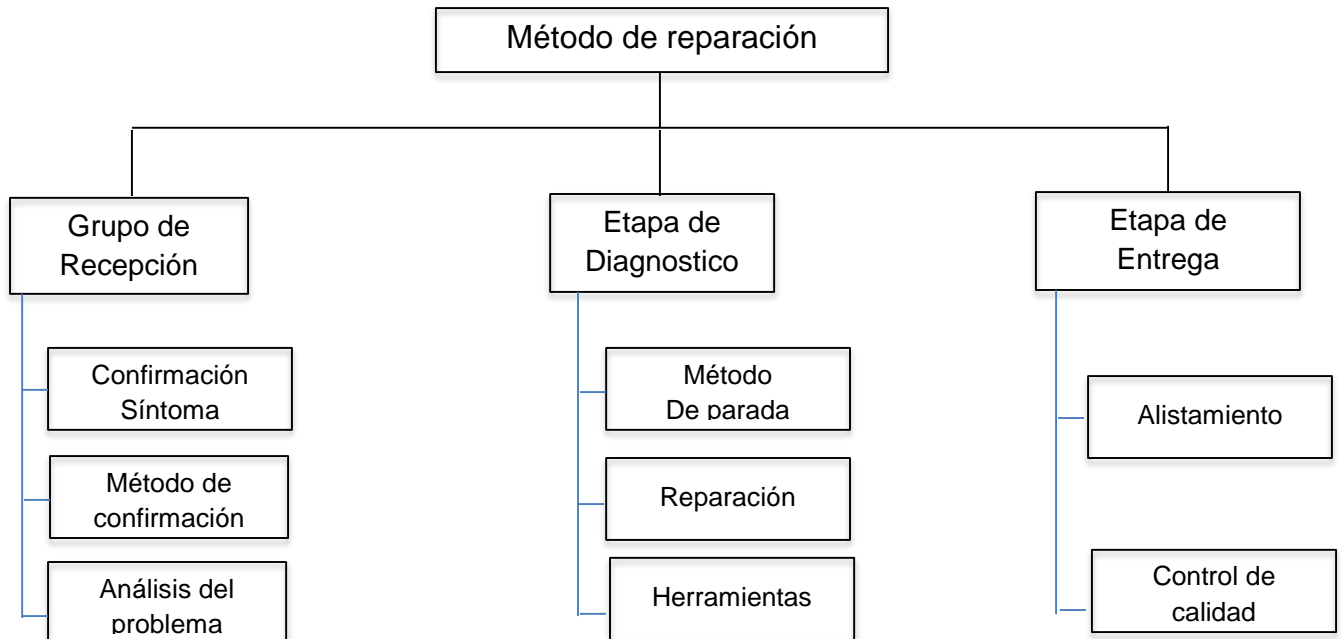

Figura 5. EDT Propuesta
El esquema anterior identifica el diagrama de red y la ruta crítica que está involucrado dentro de la implementación y estandarización de todo el proceso de reparación en el taller de servicio con base a la descripción de las actividades en cada fase del proyecto referenciado en la figura 5.
En este artículo, se denomina a la persona que cumple la función de TA un Asesor Técnico (TA) (figura 5).